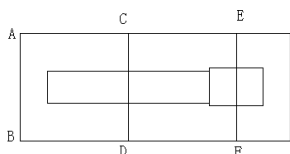
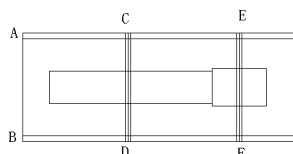
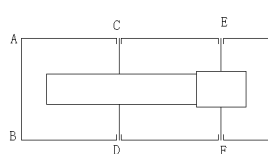

图 3-135 绘制并移动矩形
图 3-136 偏移直线
图 3-137 修剪结果
的矩形；然后单击“默认”选项卡“修改”面板中的“移动”按钮，将绘制的矩形向下移动 6.5mm，向右移动 35mm，效果如图 3-135 所示。
(5) 单击“默认”选项卡“修改”面板中的“偏移”按钮，将图 3-135 中的线段 CD 和 EF 分别向左、右各偏移 0.5mm，将线段 AE 向下偏移 1mm，将线段 BF 向上偏移 1mm，效果如图 3-136 所示。
(6) 单击“默认”选项卡“修改”面板中的“修剪”按钮，修剪图 3-136 中多余的直线，效果如图 3-137 所示。